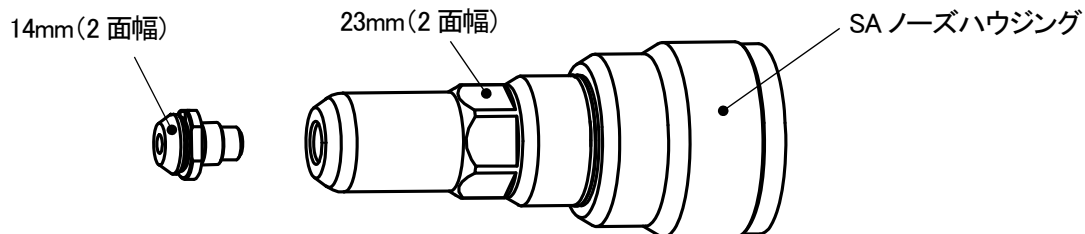

図 7-5
①7-1①②の要領で SA ノーズハウジングをツール本体より取り外してください。
②23mm と 14mm のスパナでノーズピースをノーズハウジングより取り外してください。(図 7-5)